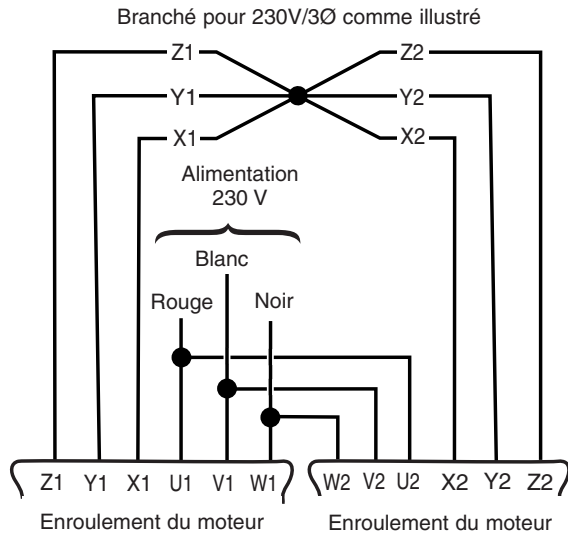

Figure 2 : Connexions de câblage triphasé de 230 Volts
6. Brancher la pompe sur un circuit séparé sur lequel aucun autre appareil ne sera branché. Se reporter au tableau 1, page 12, pour connaître le calibre des fusibles et des disjoncteurs. Se reporter aux Figures 2 et 3 pour les schémas de connexion triphasés de 230/460 volts. Utiliser un panneau de commande dont la taille est adaptée à la pompe. Se reporter aux instructions de montage du panneau de commande pour obtenir des informations sur les connexions de câblage.